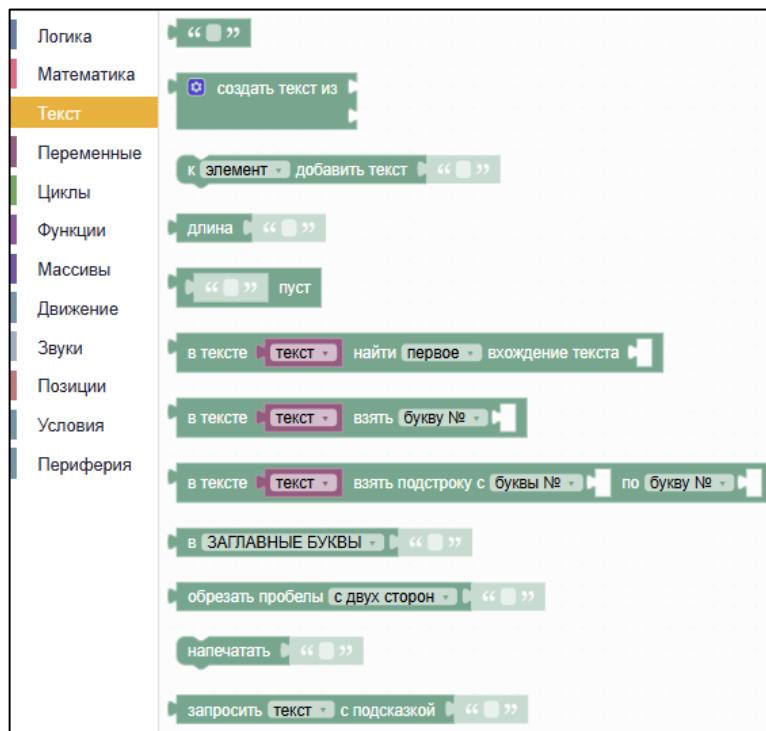

Рисунок II-14 – Раздел «Текст»
- Раздел «Текст» – набор блоков с текстовыми командами (см. Рисунок II-14).